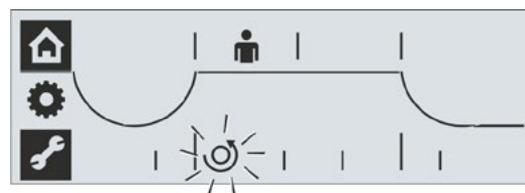

Рис. 2: Меню конечных положений активно, направление закрытия – левое вращение
2. Подтвердите выбор: **держите нажатой кнопку Drive Controller около 3 секунд!** „Шестерёнка“ горит постоянно и мигает знак заданного направления закрытия (рис. 2).